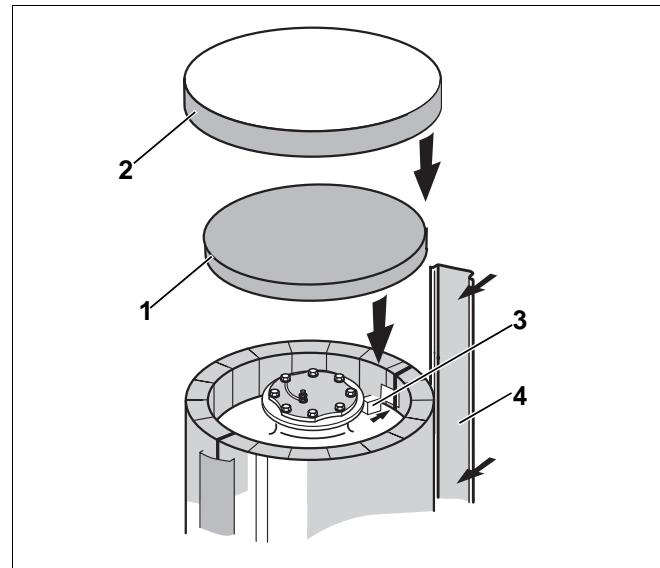

Рис. 8 Техноизоляция крышки верхнего смотрового люка
- Вставить накладную планку (рис. 8, **поз. 4**) в торцевую планку теплоизоляции.
- Изнутри в вырез вставить прямоугольные теплоизоляционные заглушки (рис. 8, **поз. 3**).
- Теплоизоляционный круг (рис. 8, **поз. 1**) положить на верхнюю крышку люка таким образом, чтобы его края совпали с краями боковой теплоизоляции.
- Надеть верхний кожух бака-водонагревателя (пластмассовую крышку, рис. 8, **поз. 2**) сверху теплоизоляционного круга так, чтобы в него вошли края боковой теплоизоляции.